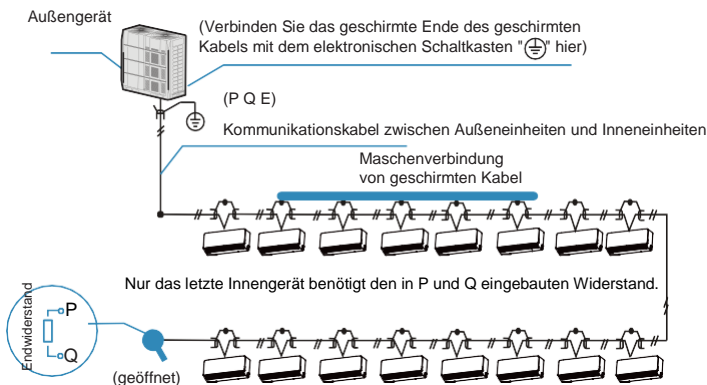

Abb. 6.6
- Die Kommunikationsverkabelung zwischen Innen- und Außengerät muss eine Einheit nach der anderen in einer Kette vom Außengerät zum Innengerät verbinden, und die abgeschirmte Schicht muss ordnungsgemäß geerdet sein, und dem letzten Innengerät muss ein Widerstand hinzugefügt werden, um die Stabilität des Kommunikationssystems zu verbessern (siehe Abb. 6.6).